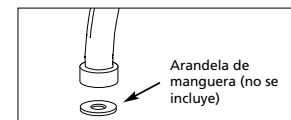

Figura 3
- Para reducir las fugas entre la bomba y la manguera, coloque una arandela de manguera (no se incluye) en la conexión de ésta antes de fijarla a la bomba (ver Figura 3).